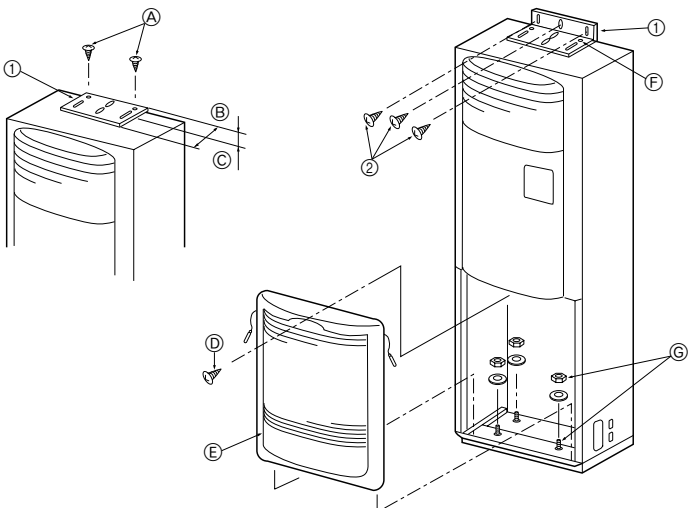

Fig. 3-2
3.2. Suporte de prevenção de queda (Fig. 3-2)